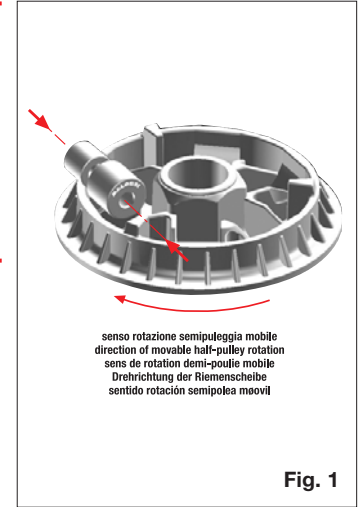

Fig. 1
- Montare i rulli inserendo la massa di acciaio nel rullino (**Fig. 1**). Effettuare questa operazione manualmente oppure, se si preferisce, utilizzare un'attrezzatura meccanica; operare con la massima delicatezza, rispettando una perfetta ortogonalità.
- Fit the roll steel mass into the rollers (**Fig. 1**). Do it by hand or, if you prefer to use a mechanic tool, work with the greatest care. You must observe a perfect orthogonality.
- Montez les galets en insérant la masse d'acier des petits galets (**Fig. 1**), effectuez cette opération à la main, ou, si vous préférez utiliser un équipement mécanique. Opérez avec le plus de délicatesse possible tout en respectant une parfaite horthogonalité.
- Pressen Sie die Metallrollen in die Rollen (**Fig. 1**). Gehen Sie per Hand vor, falls Sie es bevorzugen ein Werkzeug zu verwenden, gehen Sie sehr sorgfältig vor. Achten Sie darauf, eine perfekte Winkeligkeit erreichen.
- Montar los rodillos poniendo la masa de acero del rodillo (**Fig. 1**), hacer esta operación manualmente o si se prefiere utilizar un úitill mecanico, trabajar con la máxima delicadeza, respetando una perfecta octogonalidad.